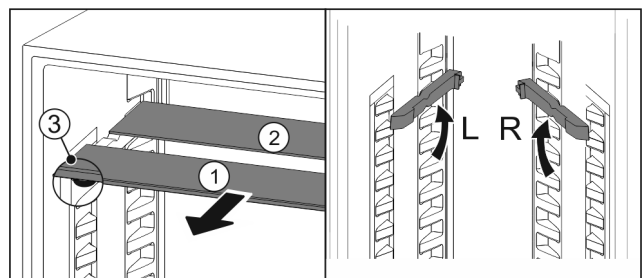

Fig. 67
- ▶ Издърпайте Fig. 67 (1) поотделно стъклените плочи напред.
- ▷ Стъклената плоча Fig. 67 (1) с декоративната лайсна е отпред.
- ▷ Ограничителите Fig. 67 (3) сочат надолу. Уреди с фризерно отделение.*